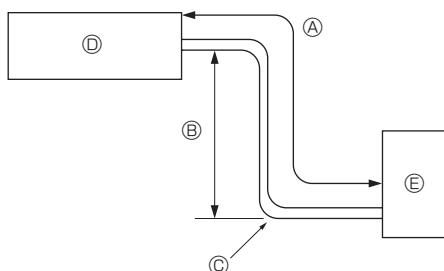

Fig. 2-1
① Tubazione lineare.....x1
2.1. Tubazione del refrigerante (Fig. 2-1)